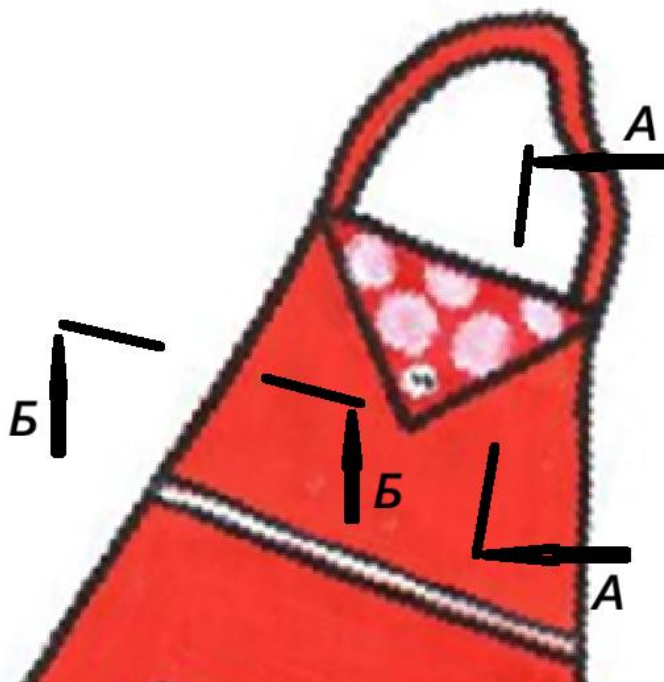

Рисунок 1 – Фрагмент фартука. Нагрудник с отворотом.
Второй этап: Моделирование фрагмента заданной модели фартука - нагрудника с отворотом (стр. 9, рис. 1) в натуральную величину и изготовление лекала.
Третий этап: Изготовление (пошив) образца фрагмента заданной модели - нагрудника фартука (стр.9, рис. 1).
- 1) *Внешний вид фрагмента заданного изделия должен полностью соответствовать эскизу модели и художественно-техническому описанию (стр. 4, табл. 1), рисунку фрагмента (стр. 9, рис. 1) и техническим требованиям в п.п.2.2 и 2.3 (при их наличии).*